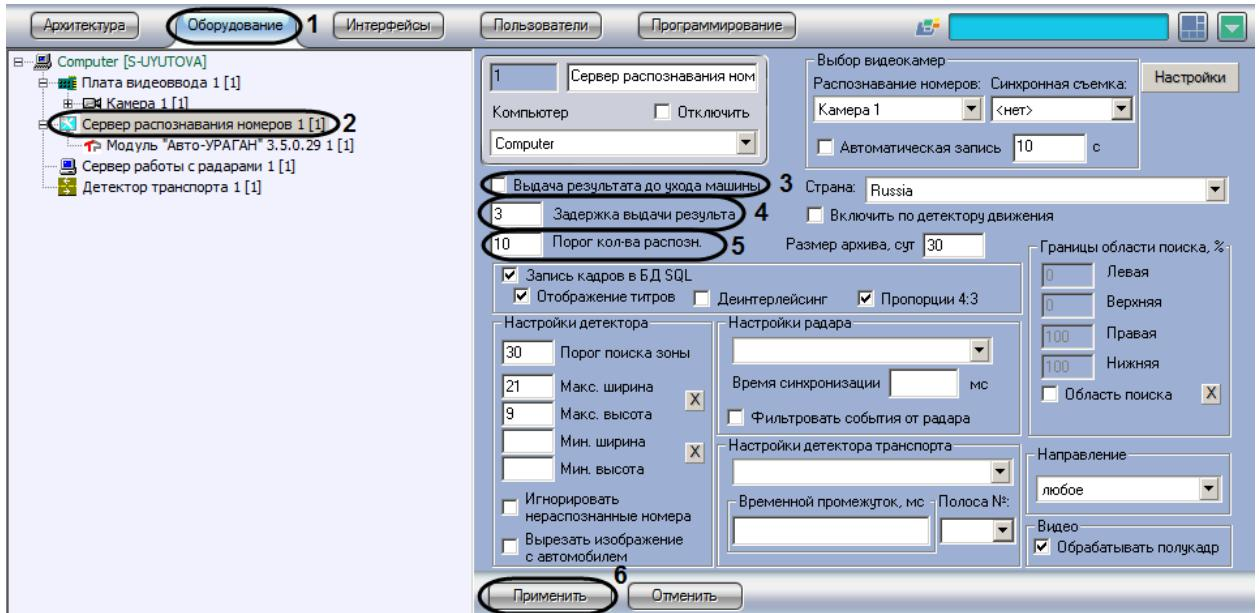

Рис. 7.2—17. Выбор параметров обработки номерного знака
1. В диалоговом окне «Настройка системы» перейти на вкладку «Оборудование» (Рис. 7.2—17, 1).
распознавания номеров», Рис. 7.2—17, 2). В правой части вкладки «Оборудование» отобразится панель настройки выбранного объекта.
3. Установить флагок «Выдача результата до ухода машины» (см. Рис. 7.2—17, 3). В том случае, если флагок «Выдача результата до ухода машины» установлен, результат выдается до реального ухода машины из кадра (номера данной машины из границ поиска номерного знака). В противном случае, окончательный результат выдается только после реального ухода машины из кадра.
4. Задать параметр «Задержка выдачи результата» (секунды) (см. Рис. 7.2—17, 4). В том случае, если данный параметр задан, результат распознавания будет выдаваться сразу после того, как пройдет промежуток времени, заданный данным параметром. Данный промежуток времени начинает отсчитываться после первого распознавания номерного знака.
Примечание. Данный параметр используется только при установленном флагажке «Выдача результата до ухода машины» (см. Рис. 7.2—17, 3).
5. Задать параметр «Порог кол-ва распозн.» (см. Рис. 7.2—17, 5). В том случае, если данный параметр задан, результат распознавания будет выдаваться сразу после того, как количество надежных распознаваний номерного знака превысит значение данного параметра. Счетчик количества распознаваний является накопительным и не сбрасывается в случае временных потерь данной зоны или неправильных распознаваний.
Примечание. Данный параметр используется только при установленном флагажке «Выдача результатов до ухода машины» (см. Рис. 7.2—17, 3).